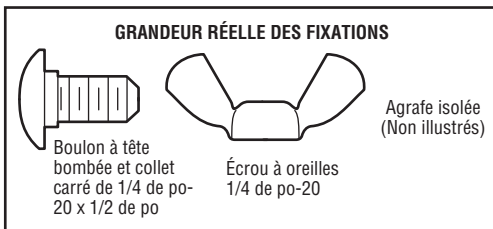

Figure 1 MONTAGE SUR GUIDES DE PORTE (CÔTÉ DROIT)
1. Faire glisser les bras courbés par-dessus le bord arrondi de chaque guide de porte, les bras courbés étant dirigés vers la porte. Enclencher en place contre le côté du guide. Il doit reposer à plat, avec le rebord embrassant le bord arrière du guide (Figure 1).